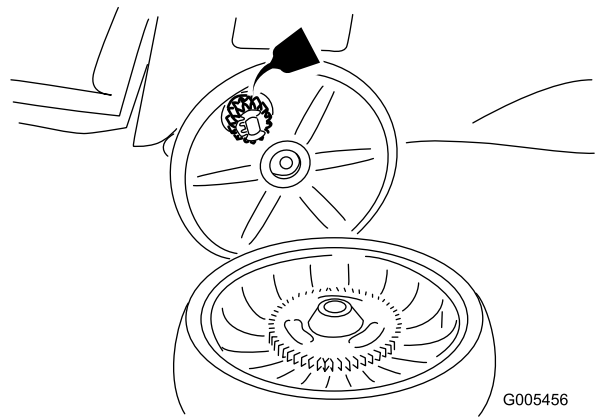

Figura 26
2. Aplique aceite lubricante a los engranajes según se indica (Figura 26).